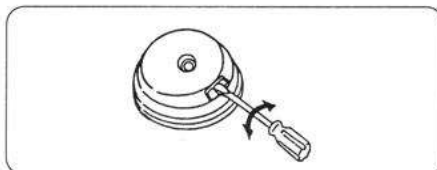

図19
- ①ナイロンコードキャップをはずし、ナイロンコードリールをはずします。お手持ちのマイナスドライバーをナイロンコードボデーの溝から出ている爪の上に咬ませ、そのままドライバーを半回転せればはずれます。(図19)